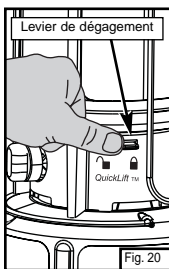

Fig. 20
- ⇒ Glissez le levier de dégagement à droite pour le mettre au-dessus du symbole de verrouillage QuickLift™ «  ». (Fig. 20)